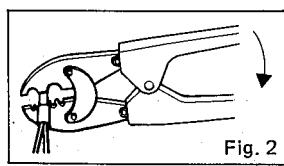

Fig. 2
2. Kläm ihop toppklämman med tång (nr. YS-1614) som visas i Fig. 2.